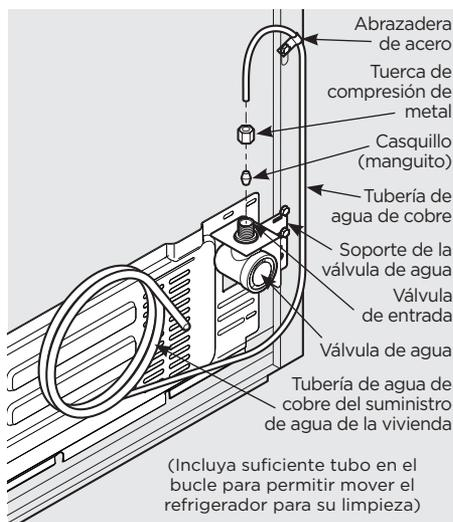

Figura 1
4. Si utiliza tubos de cobre, deslice la tuerca de compresión de metal y, luego, el casquillo (manguito) en la tubería de suministro de agua. Introduzca la tubería de suministro de agua en la válvula de entrada de agua tanto como sea posible ( $\frac{1}{4}$  pulgada/6,4 mm). Deslice el casquillo (manguito) en la entrada de la válvula y apriete con la mano la tuerca de compresión en la válvula. Ajuste otra media vuelta con una llave inglesa; NO ajuste en exceso. Ver la figura 1.